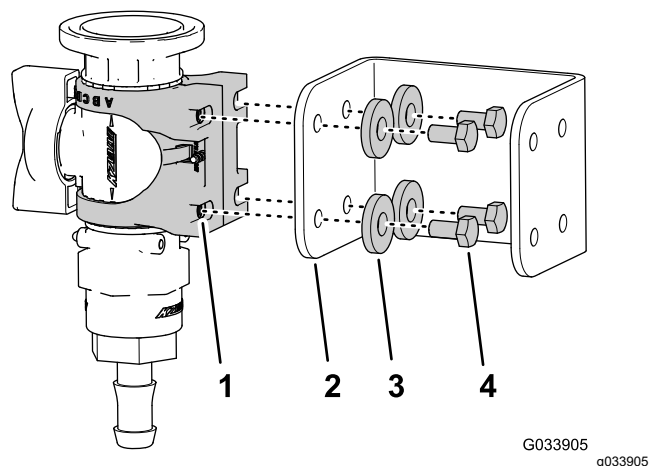

Figure 28
3. Montez le support de vanne sur la patte de fixation de la vanne de commande (Figure 28) à l'aide de 4 boulons (6 x 12 mm) et 4 rondelles plates ; serrez les boulons à un couple de 10 à 12 N·m.